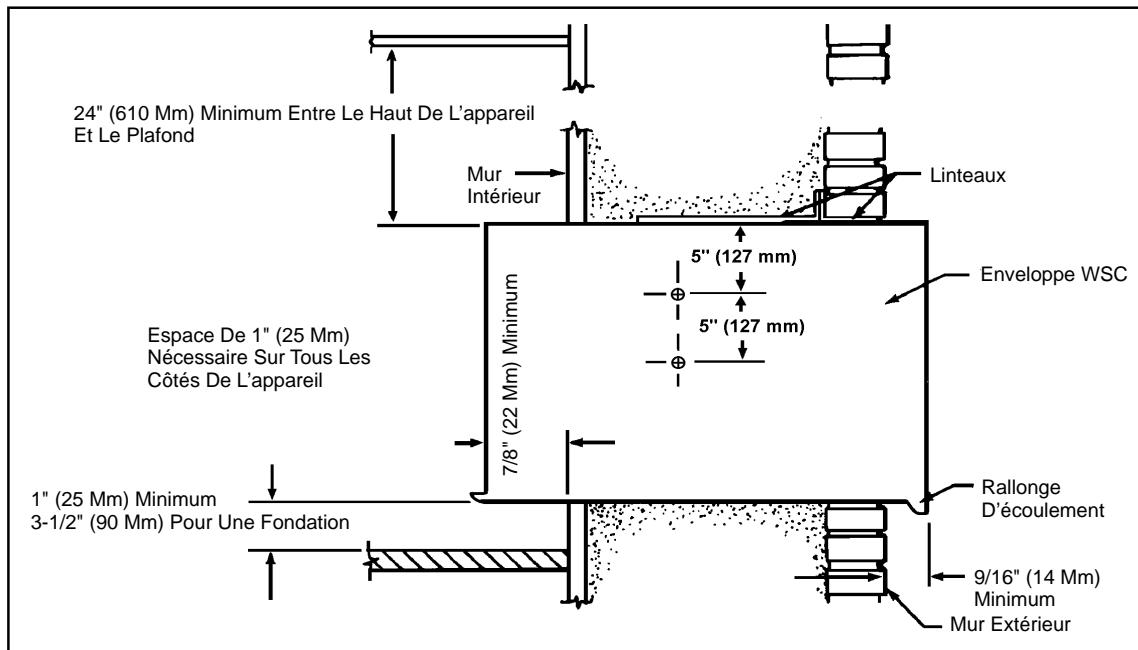

Figure 8
- B. Il faut allouer une distance de 1" (25 mm) sur tous les côtés entre l'appareil et le mur ou le sol. Quand une fondation est utilisée, il faut une distance minimum de 3-1/2" (90 mm) entre le sol et l'enveloppe. Pour minimiser les risques de cycles courts du compresseur, il faut avoir une distance d'au moins 24" (610 mm) entre le plafond et le haut de l'appareil (consulter la Figure 8).
ÉTAPE 1 L'enveloppe WSC doit être mise en place de façon que la rallonge d'évacuation s'étende d'au moins 9/16" (1,5 mm) au-delà du mur externe (Figure 8).
ÉTAPE 1 Après avoir déballé l'enveloppe WSC du carton, enlever le panneau avant ondulé. Mettre l'enveloppe WSC dans l'ouverture en suivant les instructions fournies dans Paramètres d'installation. Attacher l'enveloppe sur l'intérieur du mur avec deux vis n° 12A x 2" de chaque côté de l'enveloppe (Figure 8). Mettre des cales en haut de l'enveloppe, au milieu. Visser une vis n° 12A x 2 en haut de l'enveloppe, près des cales. Installer les vis de l'intérieur de l'enveloppe. Si l'ouverture n'a pas de cadre en bois, utiliser des boulons à coquille d'expansion ou des boulons à ailettes (pas fournis).